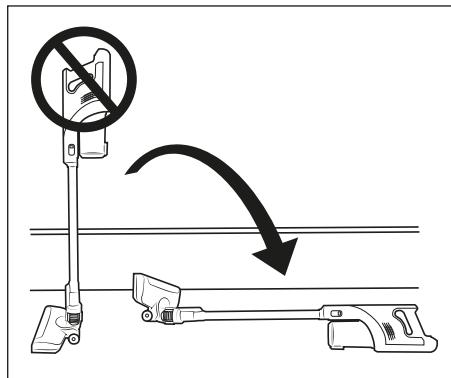

Rys. 8
- ▶ Odkurzacz można również ładować bezpośrednio za pomocą zasilacza sieciowego 10. W tym celu należy wyjąć wtyk rurkowy 11 z uchwytu ścienego 18, obracając go lekko, i włożyć go do gniazda ładowania 3 na urządzeniu (patrz rys. 8).